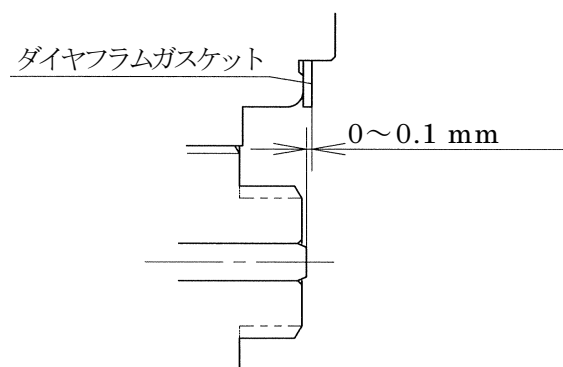

図 7 すきまの調整
6.6 パイロット弁体(13)、パイロット弁座(11)の交換は一对で行ってください。パイロット弁体(13)の先端がダイヤフラムガスケット(8)の上面から 0~0.1 mm になるようにパイロット弁座ガスケット(12)の厚さと枚数を加減して調整してください(図 7 参照)。パイロット弁座ガスケット(12)は 0.1~0.5 mm の 5 枚セットで用意してあります。なお、ダイヤフラムガスケット(8)が新品の場合は締めると 0.4 mm つぶれますから注意してください。